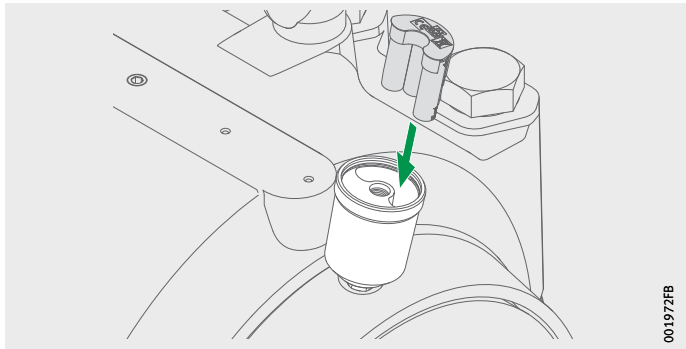

Bild 21
- ▶ Setzen Sie ein neues Batteriepack OPTIME-LW-C1.BATTERY (096687606-0000-10) ein, *Bild 21*, Seite 28.